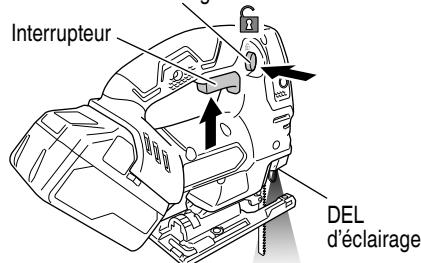

Fig. 22
- Comment utiliser la DEL d'éclairage. (Fig. 22)